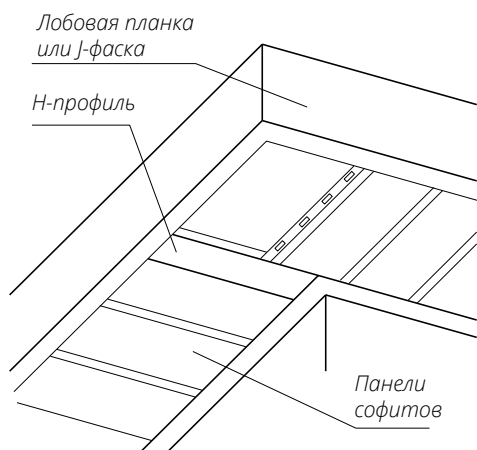
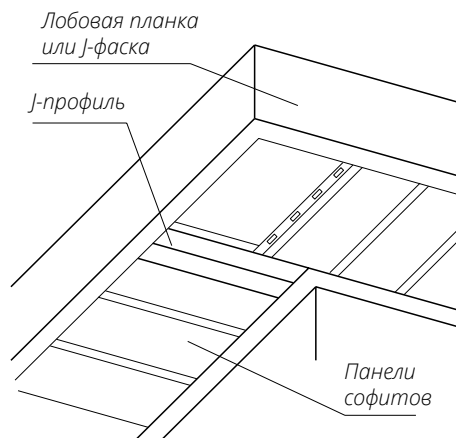
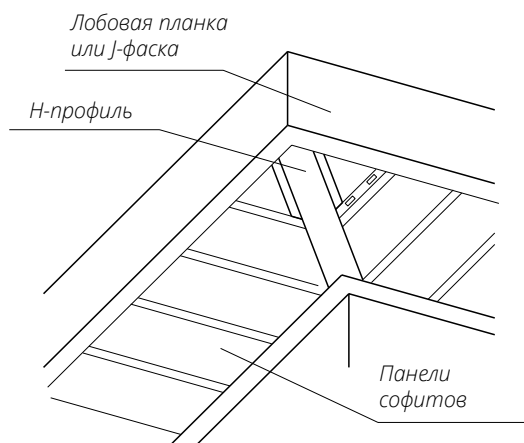
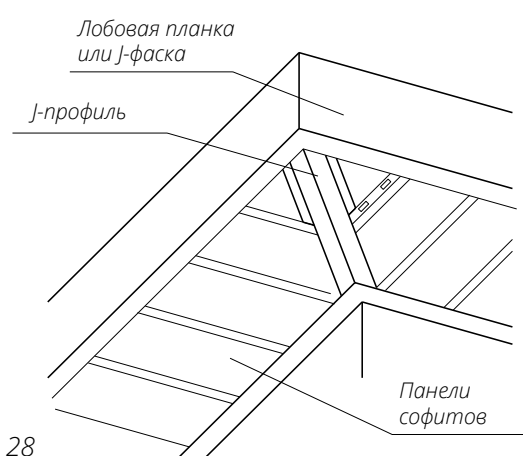

Рис. 25
Рис. 26
Рис. 27
Рис. 28
■ Оформление поворота можно производить как под прямым углом (рис. 25, рис. 26), так по диагонали (рис. 27, рис. 28). В обоих случаях на стыке панелей софита могут использоваться Н-профиль (рис. 25, рис. 27) либо 2 J-профиля (рис. 26, рис. 28). Если не требуется скрыть крепеж, используйте Планку стыковочную простую.
- Перед монтажом планки сделайте ее разметку, приложив к месту установки так, чтобы зазоры между доборными элементами были минимальны. Обрежьте лишнее (рис. 25). Закрепите планку саморезами к обрешетке.